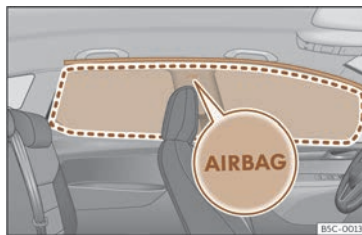

Abb. 34 Einbaulage der Kopfairbags
Die Kopfairbags befinden sich zu beiden Seiten im Innenraum oberhalb der Türen >>> (**Abb. 34**) und ihre Einbaulage ist mit dem Schriftzug „AIRBAG“ gekennzeichnet.
Der eingerahmte Bereich wird vom auslösenden Kopfairbag erfasst (Entfaltungsbereich) >>> (**Abb. 34**). Deshalb dürfen in diesen Bereich niemals Gegenstände abgelegt oder befestigt werden >>> ⚠.
- Stellen Sie sicher, dass Kinder richtig in ihren Sitzen sitzen und ihren Kopf nicht in den Entfaltungsbereich der Kopfairbags halten >>> (**Abb. 34**), da sie beim Auslösen der Airbags von diesen getroffen werden und schwere Verletzungen erleiden könnten.